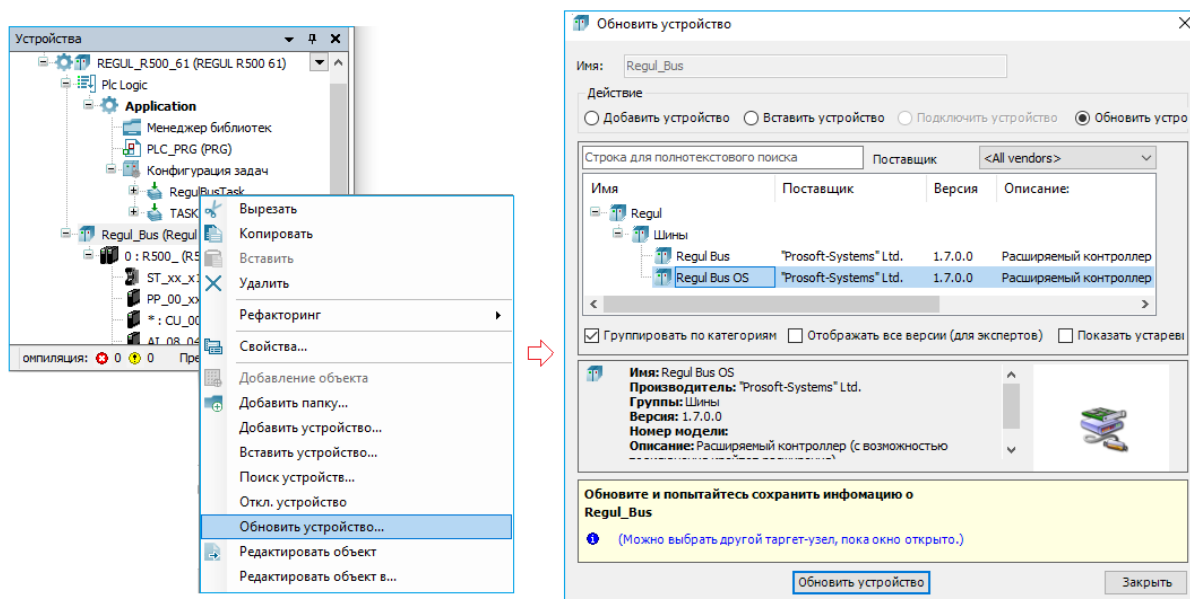

Рисунок 48 – Обновить устройство. Переход на новую версию шины RegulBus OS
- через обновление. Поставьте курсор в проекте на название шины, нажмите правую кнопку мыши. Появится контекстное меню, в котором выберите **Обновить устройство...** Откроется окно **Обновить устройство**, где выберите шину и нажмите кнопку *Добавить* (Рисунок 48). Произойдет замена шины в дереве устройств;